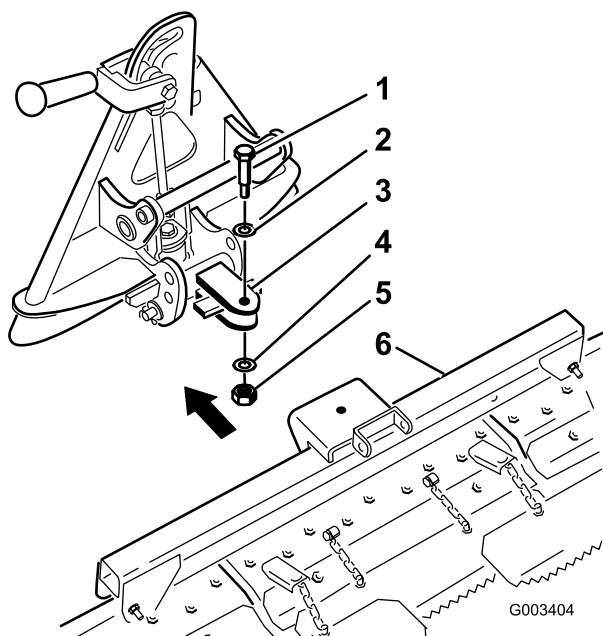

Figura 3
1. Fije el conjunto de pivote al rastrillo de dientes con un perno de cuello largo, una arandela de 0,531 x 1,063, una arandela de 0,469 x 0,922 y una contratuerca de 7/16 pulgada, según se muestra en Figura 3.